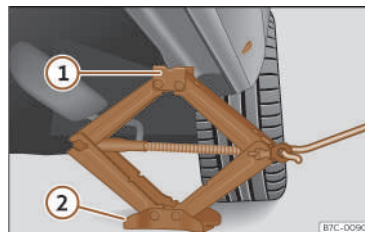

Fig. 196 Longherone: posizionamento del cric del veicolo.
- Ruotare la manovella del cric, posto sotto il punto di appoggio del longherone, per alzarlo finché la linguetta ① >>> fig. 196 non avrà raggiunto l'alloggiamento previsto.
- Allineare il cric in modo tale che la linguetta ① “si agganci” nell'apposito alloggiamento del longherone e la piastra mobile ② resti appoggiata a terra. La piastra ② deve cadere sul lato verticale rispetto al punto di appoggio ①.